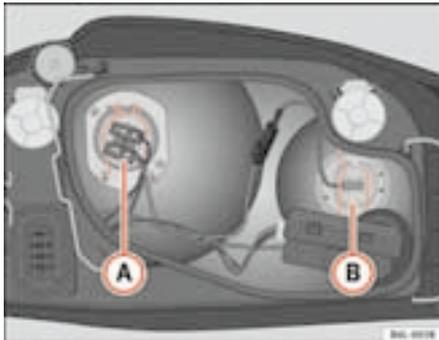

Fig. 146 Lámpara luz de cruce
- Extraiga el conector del cable de la lámpara ① ⇒ fig. 146.